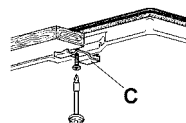

Fig.6
- Kochmulde in den Ausschnitt im Möbel einsetzen, korrekt positionieren und mit den Schrauben V der Feststellhaken G blockieren (Abb. 6).